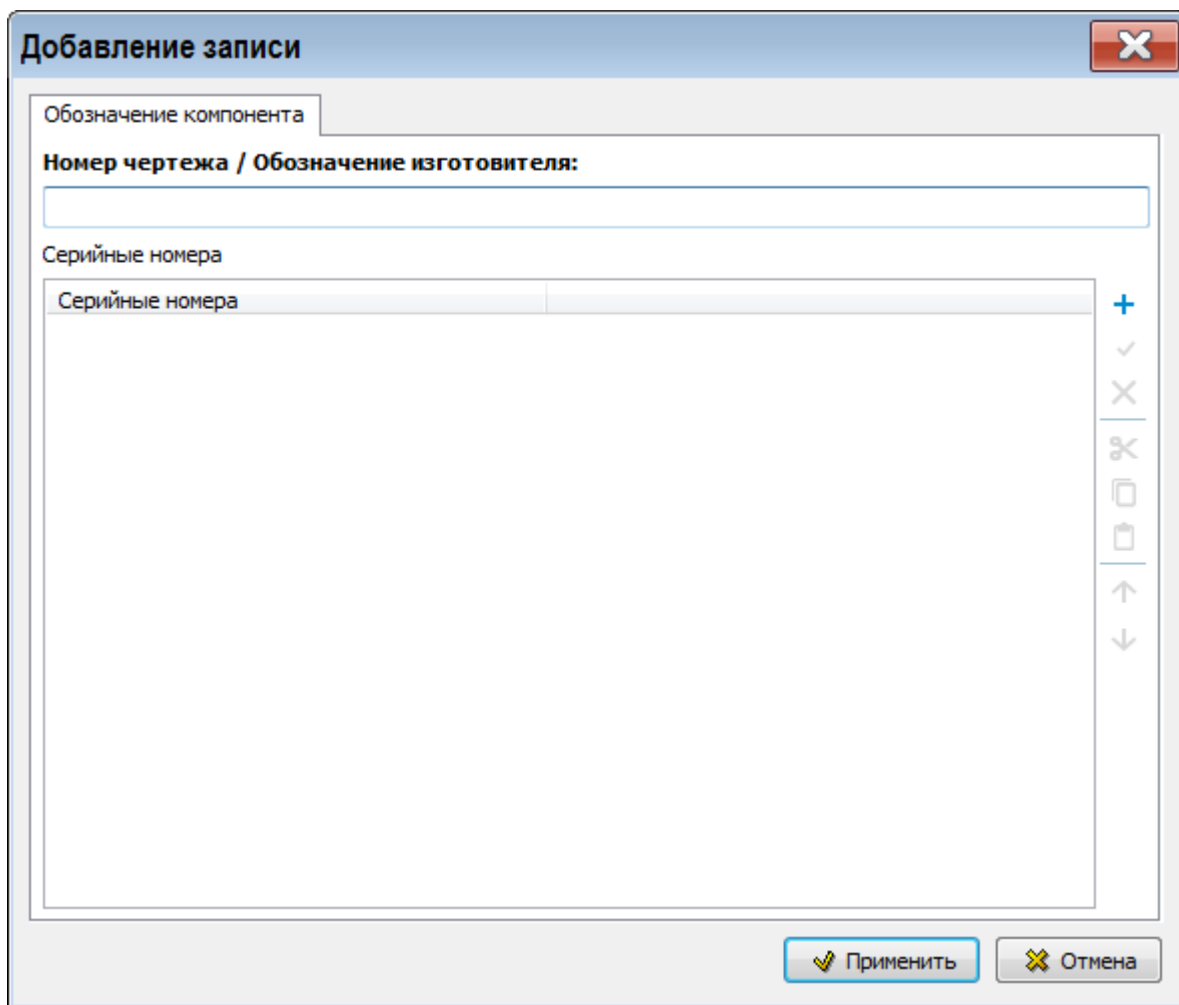

Рисунок 527
2) Для ввода идентификационных данных элемента нажмите на кнопку **Добавить**  в правой части верхнего окна. После этого откроется диалоговое окно **Добавление записи** с вкладкой **Обозначение компонента** (рисунок 527).